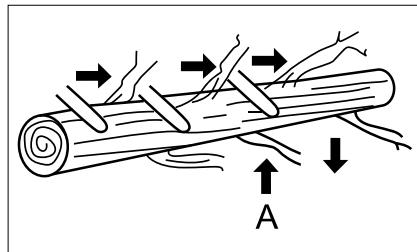

Abb. 18
Die Entastung erfolgt auf dem gefällten Baum. Schneiden Sie nicht die Zweige, die den Stamm unterstützen und ihn nicht herunterrollen lassen (A), bis der Stamm in Teile gesägt wird (Abb. 18).